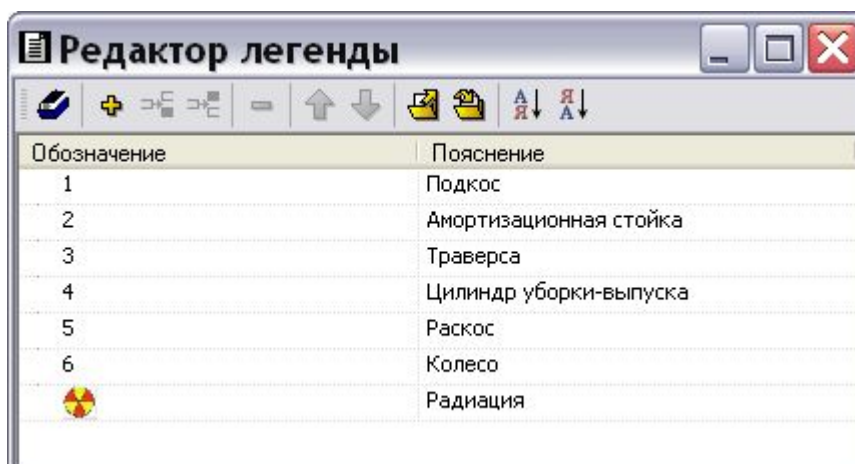

Рис. 3.175
8. В диалоговом окне **Текст обозначения** нажмите на кнопку **ОК**. После этого изображение символа появится в окне **Редактор легенды** в колонке **Обозначение** (Рис. 3.175).
9. В разделе **Пояснение** напротив изображения символа введите надпись «Радиация» (Рис. 3.175).